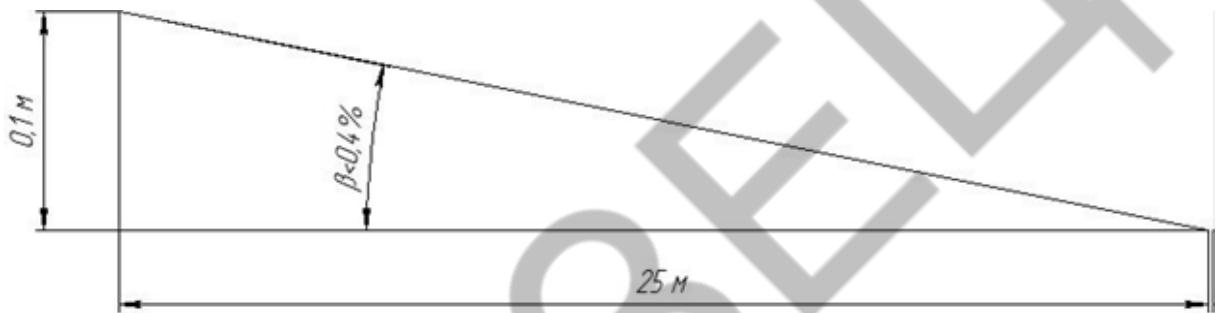

Рисунок 2
18.3 Монтаж оборудования должен производиться на поверхность площадки, уклон которой не превышает угла β , в противном случае выполнить установку изделий, согласно схеме монтажа, с указанными заглаблениями, будет невозможно (рисунок 2).